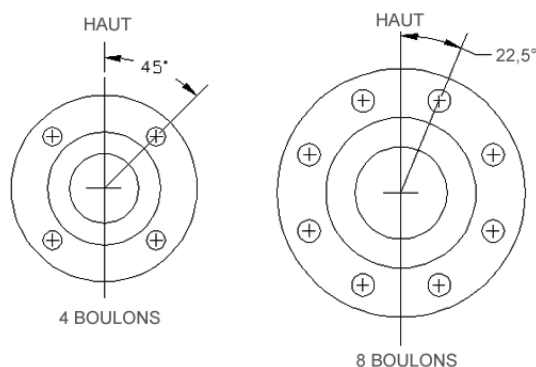

Figure 2. Orientation des trous de boulon
- Soudez les brides à la conduite existante. Assurez-vous que les brides de la conduite et celles de l'Accelabar® possèdent la même valeur NPS (Nominal Pipe Size) et la même pression nominale. L'emplacement du trou du boulon est généralement identique à l'emplacement représenté dans la figure 2, où les trous de boulon chevauchent l'axe de la conduite (la figure 2 ne montre pas les configurations à 12 et 20 boulons ; l'orientation est une orientation type). Toutefois, vous devez tenir compte des contraintes de montage présentées dans la section 4.0.